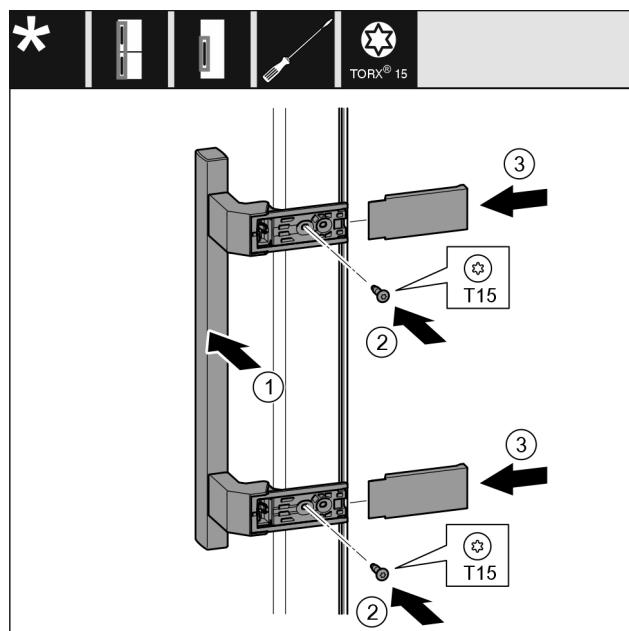

Fig. 22
- Установите ручку Fig. 22 (1) на противоположной стороне.
- Затяните винты Fig. 22 (2) отверткой.
- Установите крышки Fig. 22 (3) сбоку и надвиньте их.